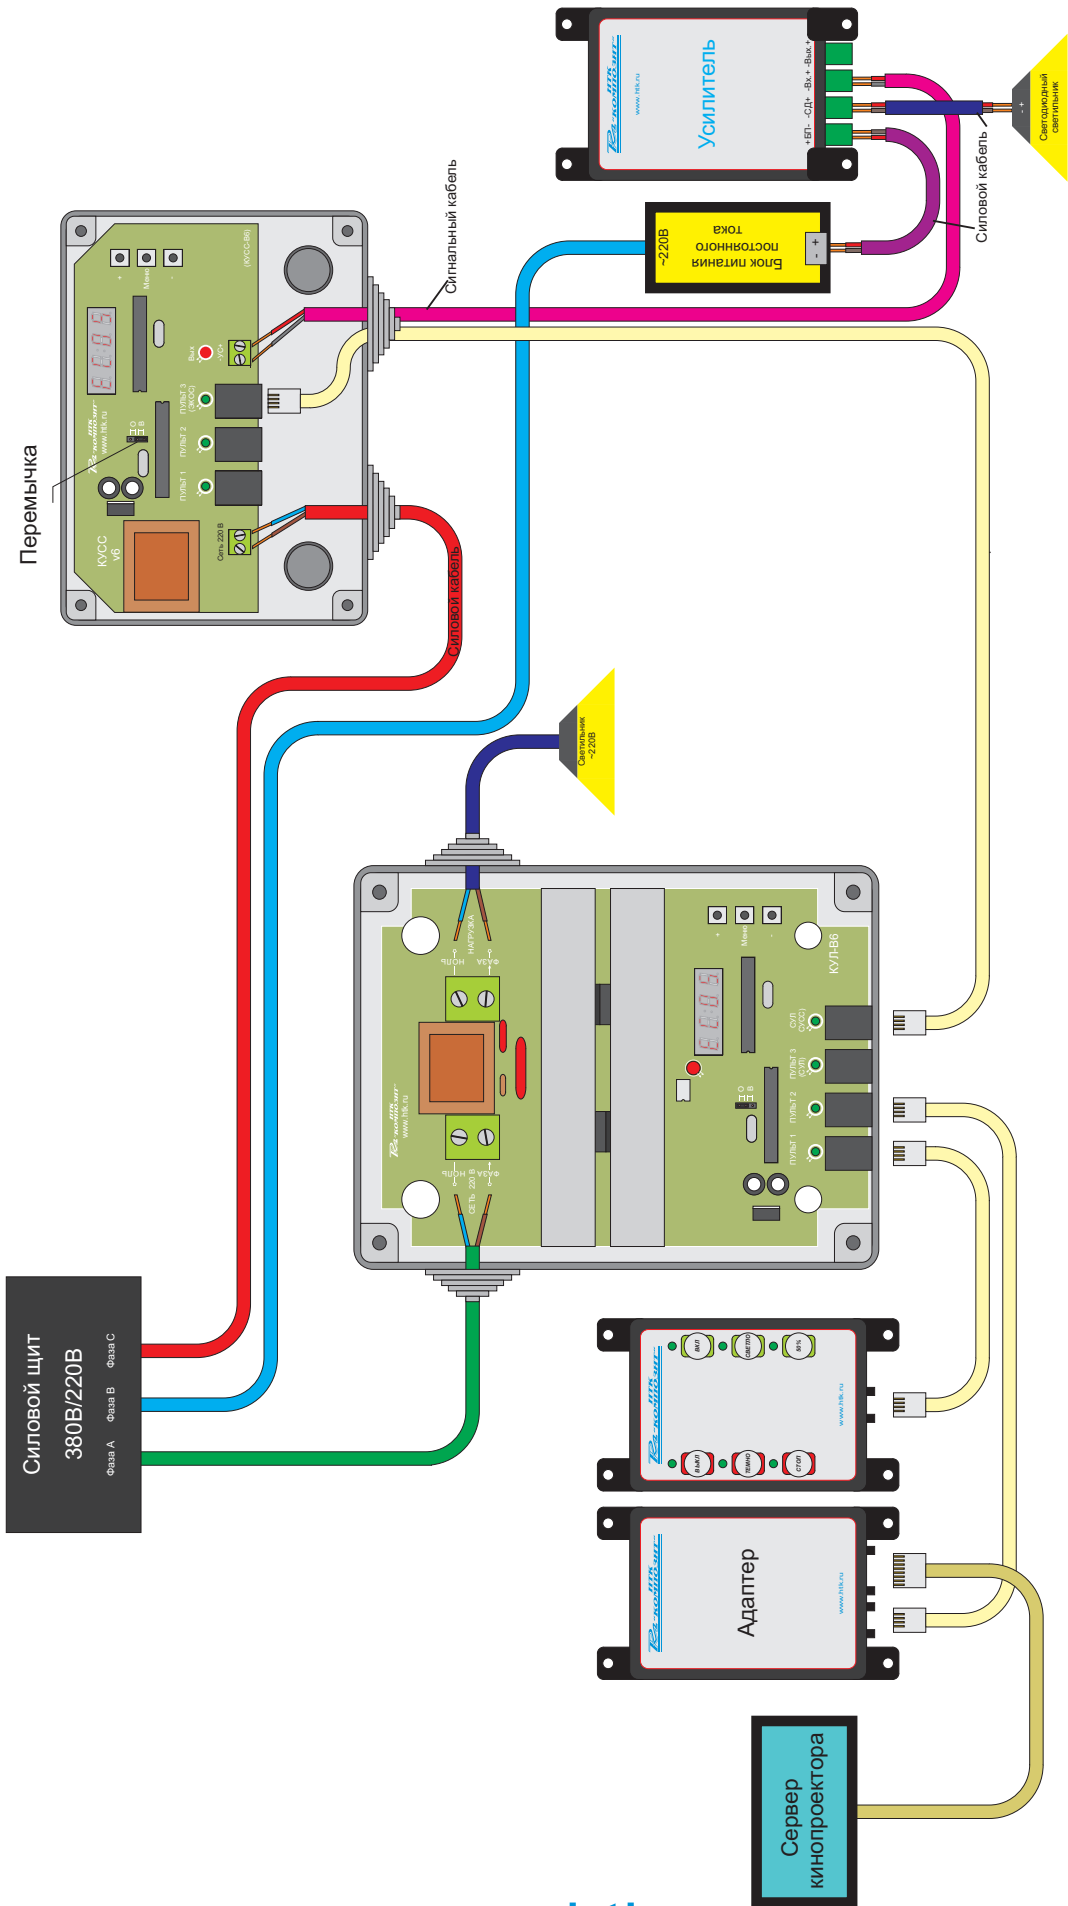

Рис.4
10. Этот контроллер также может работать в паре с СУСС “ЭКОС-СС”. Схема подключения на Рис.4. (Смотри описание “ЭКОС-СС”).